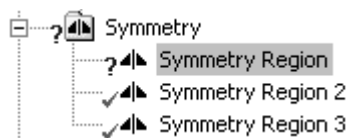

图 7.5.56 展开的所有项
步骤 11 整理约束。在“Outline”窗口中展开  Symmetry 节点下的所有内容，如图 7.5.56 所示，右击  Symmetry Region 选项，在弹出的快捷菜单中选择  Delete 命令，在弹出的“ANSYS Workbench”对话框中单击  是(Y) 按钮，将其删除。